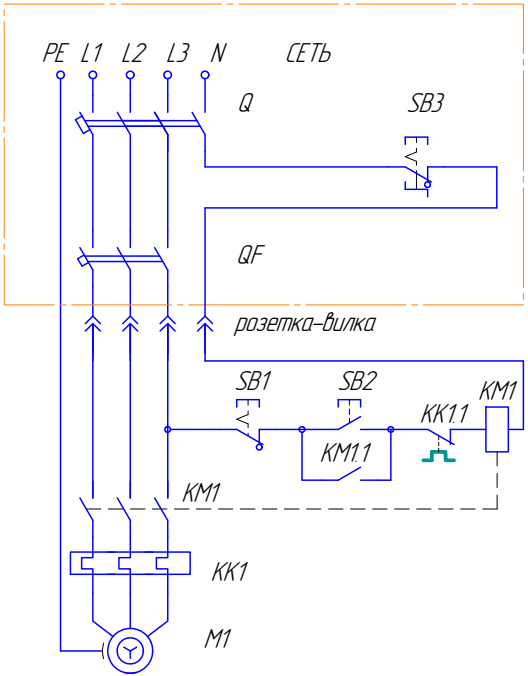

Рис. 4
- 5. 6 Подключение Установок к источнику питания организуется по схеме рис. 4.
- 6.2.8 Выполнить подключение (рис.4) при этом: